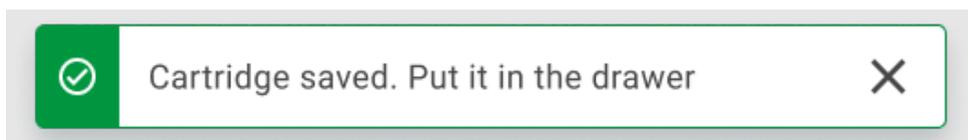

Figure 59. Écran de cartouche enregistrée.
10. Après un scan réussi, la boîte de dialogue suivante s'affiche brièvement en haut de l'écran (figure 59).